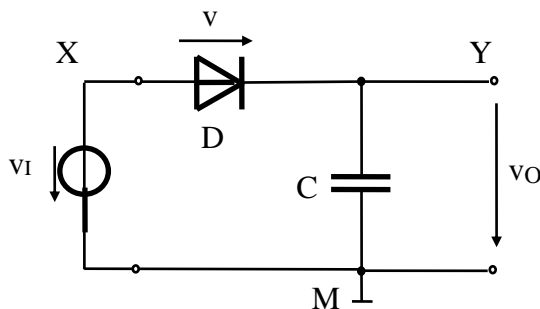

Fig. 1. Diport de maxim temporal
- Cum arată cronogramele tensiunilor $v_O(t)$ și $v_D(t)$, în regim permanent, pentru circuitele din Fig. 1 și Fig. 2, dacă $v_I(t)=5V$ c.c. (Fig. 1) și $v_I(t)=-5V$ c.c. (Fig. 2) ?
- Cum arată cronogramele tensiunilor $v_O(t)$ și $v_D(t)$, în regim permanent, pentru circuitele din Fig. 1 și Fig. 2, dacă $v_I(t)$ este tensiune sinusoidală cu amplitudinea de 0.3V?
- Cum arată cronogramele tensiunilor $v_O(t)$ și $v_D(t)$, în regim permanent, pentru circuitele din Fig. 1 și Fig.2, dacă $v_I(t)$ este tensiune sinusoidală cu amplitudinea de 10V?
Se construiește circuitul din Fig. 1.